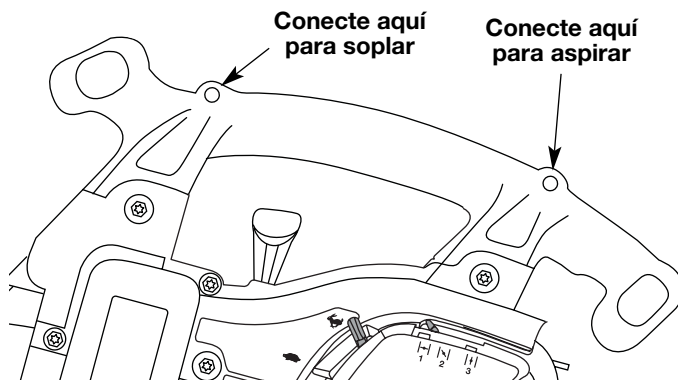

Fig. 7
- Encaje la abrazadera en los herrajes de soporte en la parte anterior o posterior de la manija. Abróchela a la parte anterior de la manija al usar la unidad como un soplador, y abróchela a la parte posterior de la manija al usar la unidad como una aspiradora (Fig. 7).